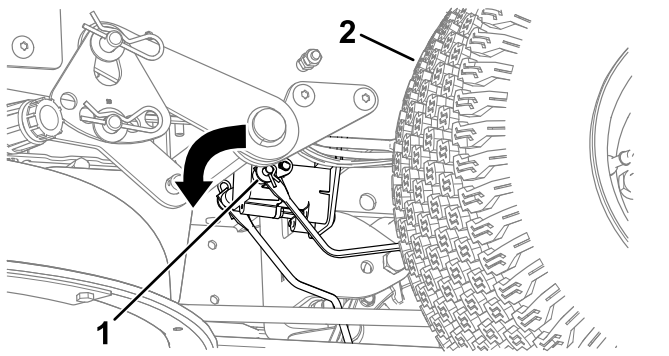

図 47
3. 電気ブレーキのシャフトブレーキリンクアームが接続されているを探し出す 図 47。